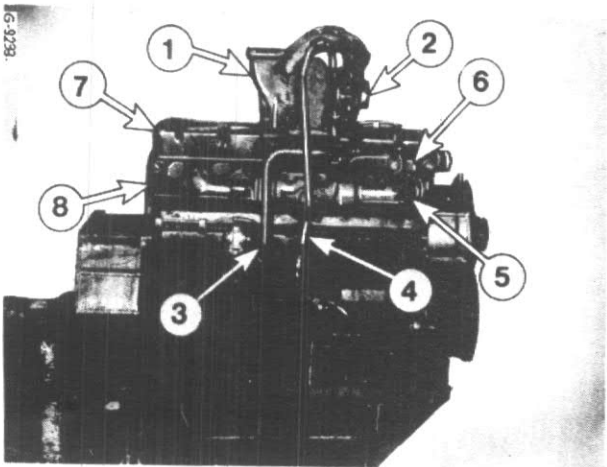

Figure 29
Démontez le cache-culbuteurs (7), fig. 29.